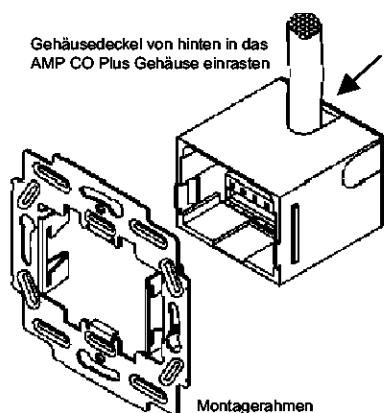

Abbildung 10 / Figure 10
15. Gehäusedeckel von hinten in das AMP CO Plus Gehäuse einrasten (Abbildung 10).
15. Mount the housing cover from the rear to the AMP CO Plus housing (figure 10).
16. Montagerahmen am AMP CO Plus Gehäuse montieren. Die zwei seitlichen Nasen müssen im Montagerahmen verrasten (siehe Abbildung 10).
16. Put the mounting frame onto the AMP CO Plus housing. Clamps on the side have to snap onto the noses of the housing. (see figure 10).
17. System inserts are inserted from the front of the AMP CO Plus housing (figure 10).